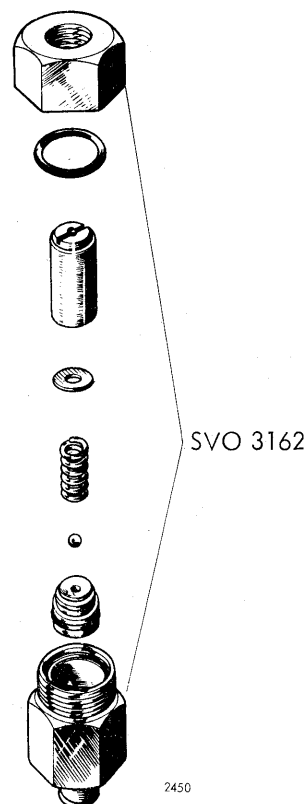

Fig. 47.
1. Monter ventildelene i en forskrunding (specialværktøj SVO 3162) som vist i fig. 47. Glem ikke O-ringene.